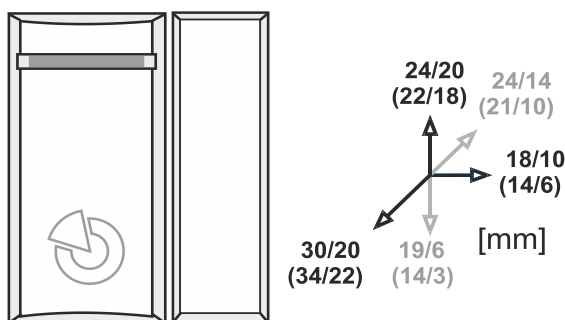

Figure 2 : Distances pour l'activation/désactivation d'un détecteur installé sur une surface non magnétique (magnétique)
1. Ouvrez le couvercle du détecteur en poussant la languette (3).
3. Vissez l'aimant permanent à la partie mobile de la porte (fenêtre). La distance entre la partie électronique et l'aimant doit être la plus petite possible. Les distances d'activation/désactivation entre l'aimant et le détecteur sont indiquées sur la figure 2. la figure 2 suivante. Pour d'autres types d'aimants ou de polarité opposée, les valeurs peuvent varier.